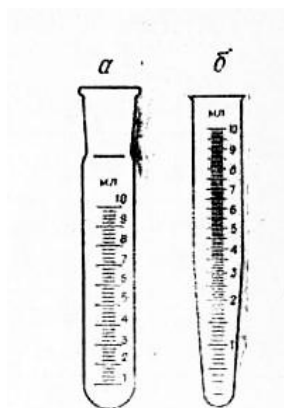

Рис.10 Градуйовані пробірки
**Градуйовані пробірки** поділяються на мірні (рис.10а) та центрифужні (рис.10б). Мірні пробірки призначаються для проведення в невеликих кількостях простих хімічних операцій зі зміною об'єму, а також як мірні циліндри. Центрифужні для одночасного вимірювання об'єму осаду і рідини після центрифугування.